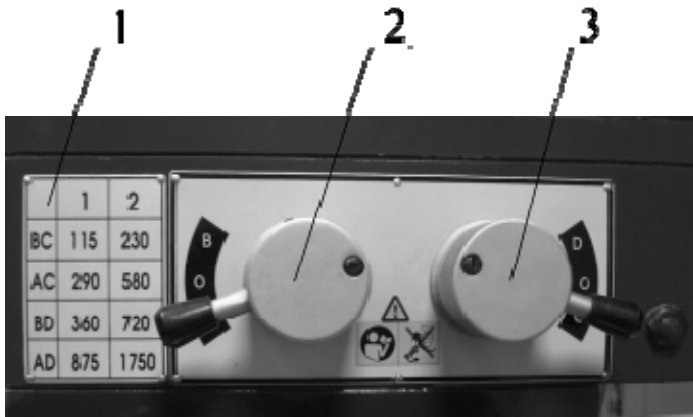

Рисунок 8.
**Вертикальный шпиндель (рис. 8).**